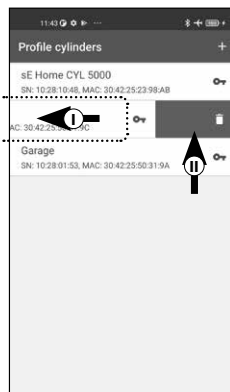

Abb. 49
- 5 Sie sehen die Liste mit angelegten Zylindern. Wischen Sie den Eintrag des Zylinders, den Sie löschen wollen, nach links (I) und tippen Sie auf das rechts erscheinende „LÖSCHEN“-Feld (II) (Abb. 49).